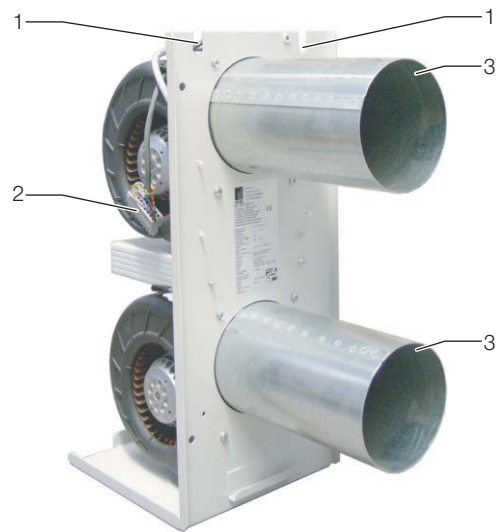

Abb. 36: Lüftermodul mit Rohrverlängerungen
- Lösen Sie die Kabelhalterungen (Abb. 36, Pos. 1) und führen Sie Kabel und Stecker der Spannungsversorgung sowie der Steuerleitung (Abb. 36, Pos. 2) nach hinten in Richtung Lüfter.
- Setzen Sie vorne auf die Luftaustrittsöffnungen jeweils eine Rohrverlängerung (Abb. 36, Pos. 3) aus dem Lieferumfang des Liquid Cooling Package auf.